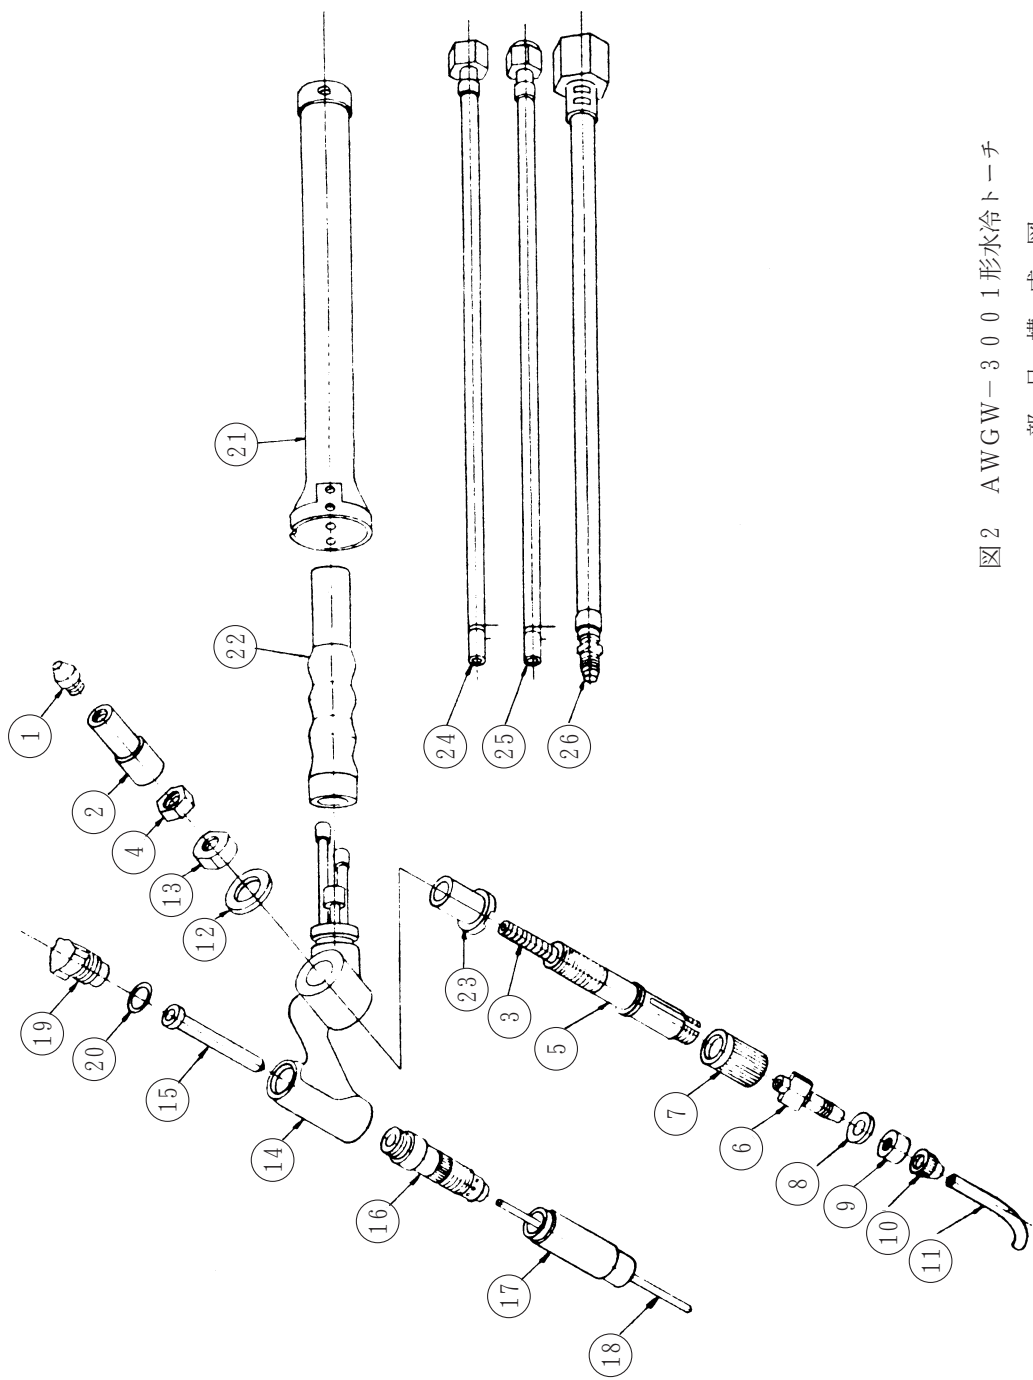

図2 AWGW-3001形水冷トーチ
⑩ パーツリスト (つづき)
(2) 水冷形：AWGW-3001 (図2参照)